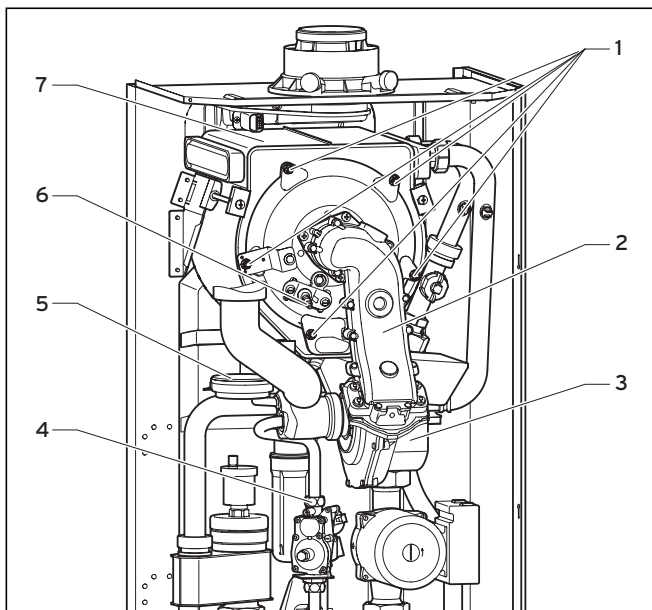

Abb. 8.1 Thermo-Kompaktmodul ausbauen
**Die beiden Dichtungen (2) und (3) und die selbstsichernden Muttern an der Brenner-tür müssen bei jedem Öffnen der Brenner-tür erneuert werden (z. B. bei Wartungs- und Servicearbeiten). Wenn die Isolierschicht an der Brenner-tür Anzeichen von Beschädigungen aufweist, muss sie ebenfalls erneuert werden (Art.-Nr. 210734).**
- Stecken Sie das Thermo-Kompaktmodul (2, Abb. 8.1) auf den Integral-Kondensations-Wärmetauscher (7, Abb. 8.1).
- Ziehen Sie die fünf Muttern (1, Abb. 8.1) über Kreuz fest, bis die Brenner-tür an den Anschlagflächen gleichmäßig anliegt.
- Schließen Sie die beiden Stecker der Zünd- und Erdleitung an die Zündelektrode (6, Abb. 8.1) an.
- Schließen Sie die Stecker am Gebläse (3, Abb. 8.1) und Luftdrucksensor (5, Abb. 8.1) an.